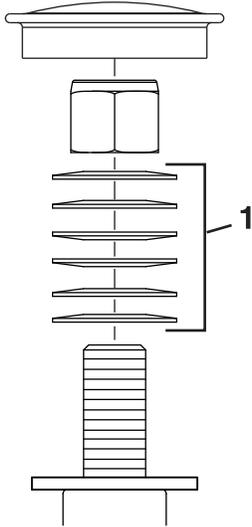

Figure 89
- Déposez le capuchon protecteur de la roue pivotante et serrez le contre-écrou (Figure 89).
- Continuez de serrer le contre-écrou jusqu'à ce que les rondelles élastiques soient aplaties, puis desserrez-le d'un quart de tour pour obtenir la précharge correcte des roulements (Figure 89).
**Important:** Veillez à placer les rondelles élastiques correctement, comme montré à la Figure 89.
- Reposez le capuchon protecteur (Figure 89).